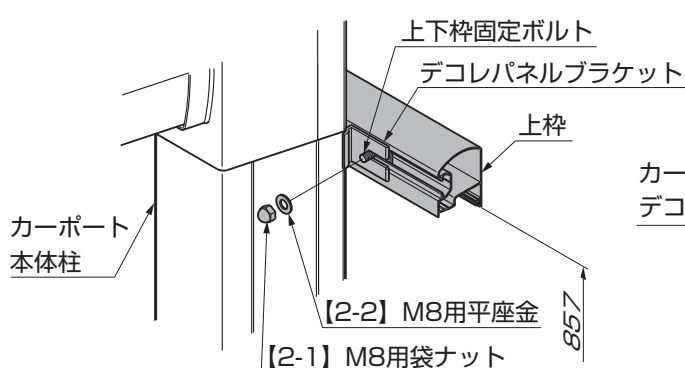

図7-1 上枠
- ①デコレパネルブラケットに上枠を【2-1】と【2-2】で仮止めてください。(図7-1参照)